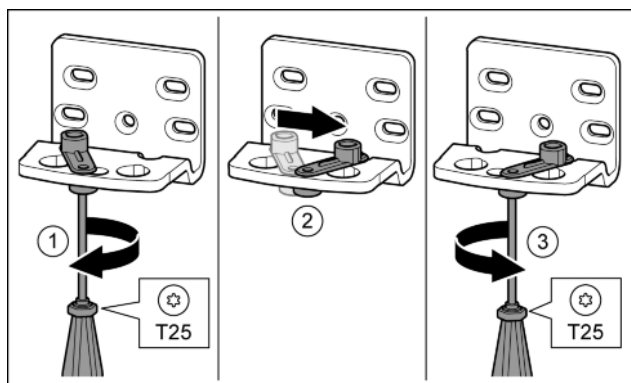

Fig. 13
- Schroef met de schroevendraaier T25 losdraaien. Fig. 13 (1)
- Deursluthulp optillen en 90° naar rechts in de opening draaien. Fig. 13 (2)
- Schroef met schroevendraaier T25 vastschroeven. Fig. 13 (3)